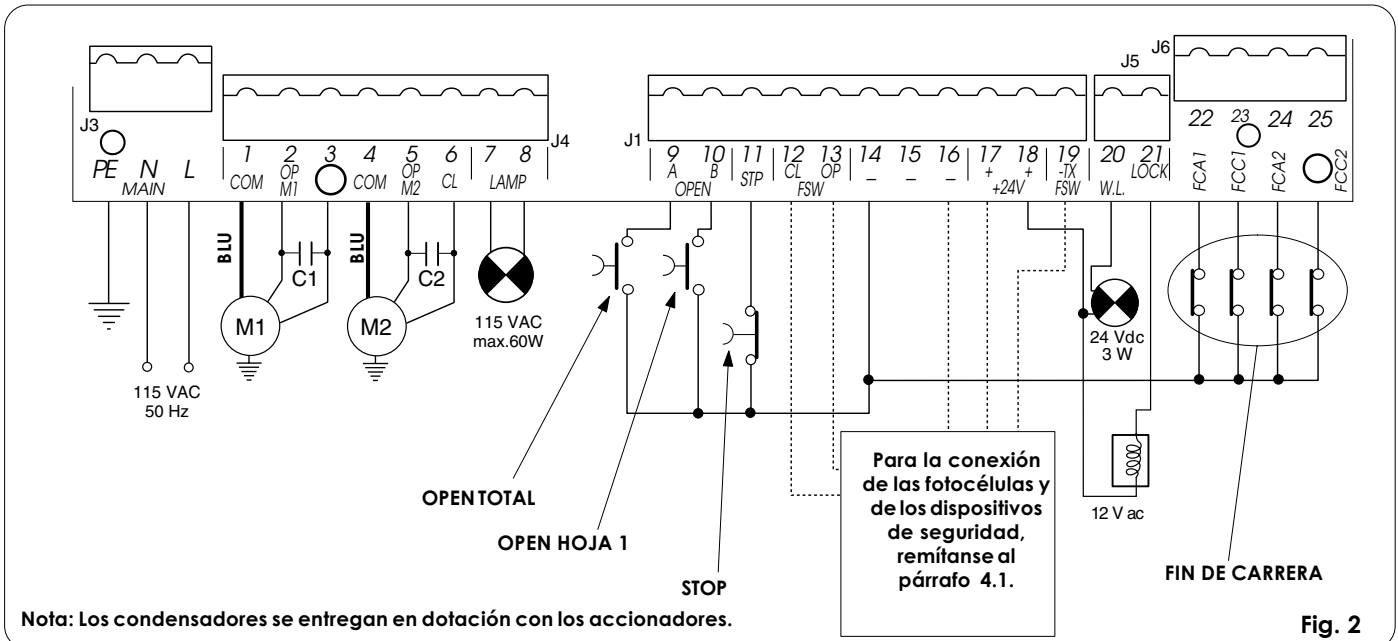

Fig. 2
- Conecten el cable de tierra al específico borne previsto en el conector J3 del equipo (véase fig.2).
4.2. Regleta de bornes J3 - Alimentación (fig. 2)
4.3. Regleta de bornes J4 - Motores y destellador (fig. 2)
4.4. Regleta de bornes J1 - Accesorios (fig. 2)
4.5. Regleta de bornes J5 - Luz testigo y Electrocerradura (fig. 2)